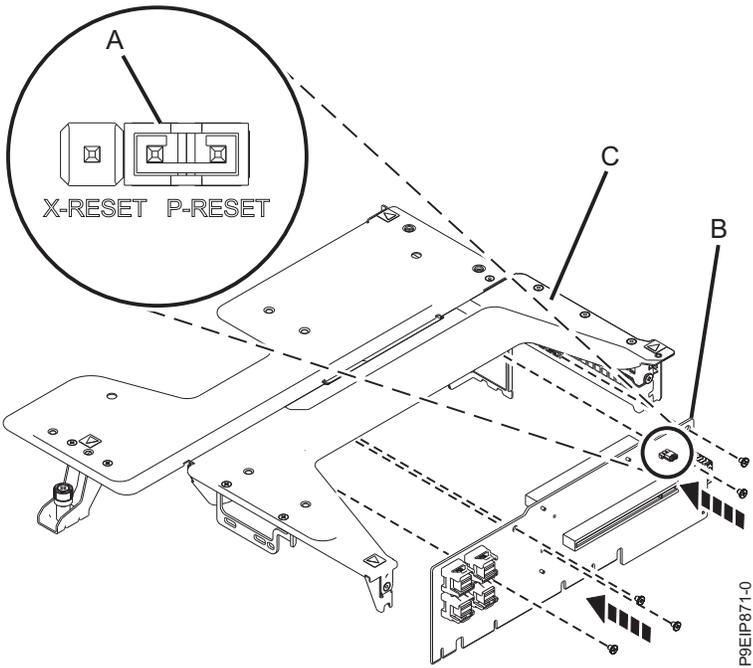

Figura 53. Sustitución del adaptador de la posición 1
- a. Si debe sustituirse la tarjeta de expansión en la posición 1, sustitúyala en el soporte de la tarjeta de expansión. Asegúrese de que el puente de (A) esté en las patillas 1 y 2 (P-RESET), tal como se muestra en la Figura 53. Vuelva a poner los cinco tornillos para fijar la tarjeta de expansión (B) al soporte de la tarjeta de expansión (C).